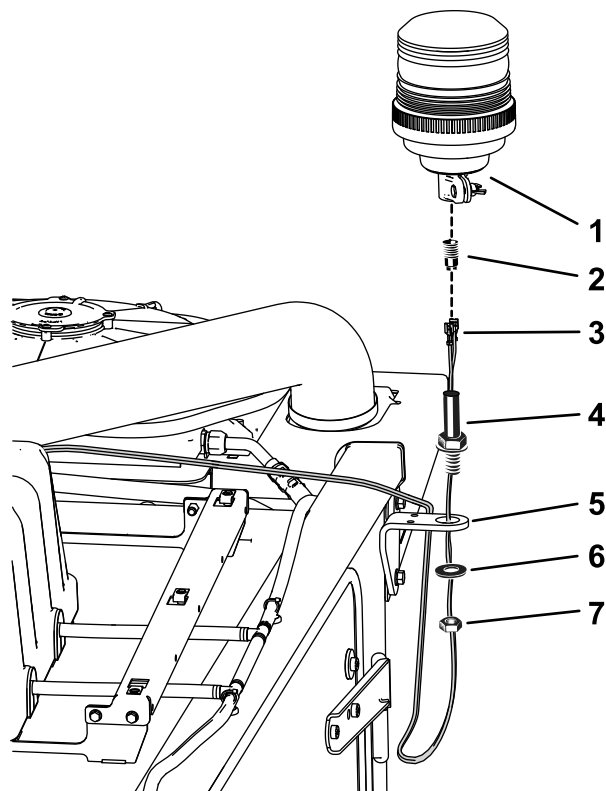

图 6
5. 将警示灯支架安装到驾驶室上如图 6。
注意 可将警示灯接头旋出警示灯槽以便进行连接图 6。
8. 如图 6 所示将警示灯安装到支架上。